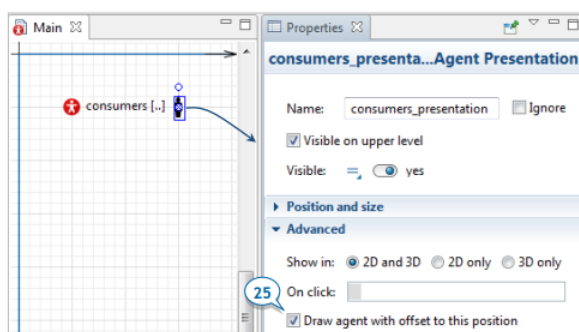

Рисунок 2.17 – Основна діаграма
28. На основній діаграмі виберіть непередаговану форму вбудованої анімації популяції агента, відкрийте розділ *Advanced* та виберіть параметр *Draw agent with offset to this position* (рис. 2.17).